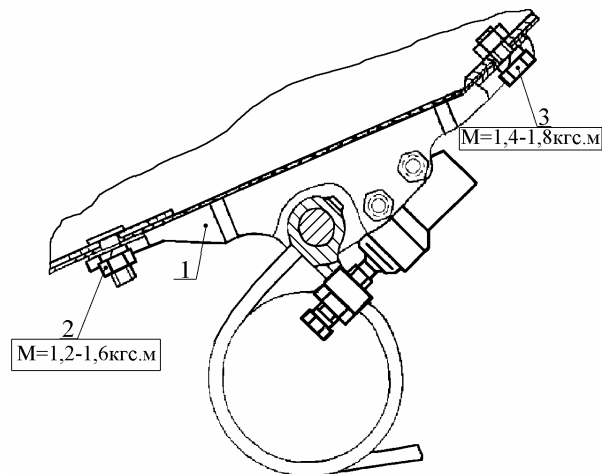

Рис. 47. Установка регулятора давления тормозов:
2) гайку 2 (рис. 47) крепления регулятора давления тормозов 1 затянуть с моментом от 11,76 до 15,69 Н.м